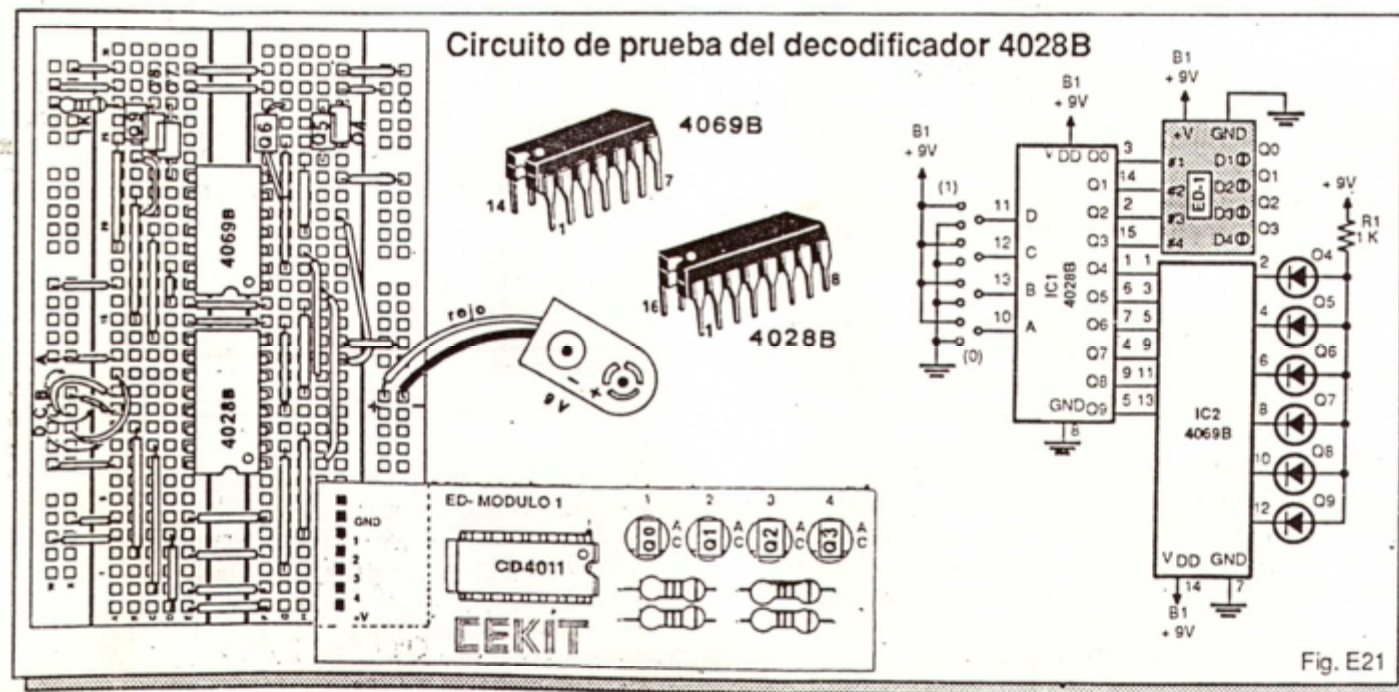

Fig. E21
**Paso 1.** En la figura E21 se muestra el circuito de prueba de un decodificador 4028. Realice este montaje sobre su *proto*board como se indica. Revise bien todas las conexiones. Manipule con cuidado los circuitos integrados. Identifique con rótulos (C, Q6, etc.) las diferentes líneas para mayor comodidad. Utilice alambres de colores y puentes cortos.